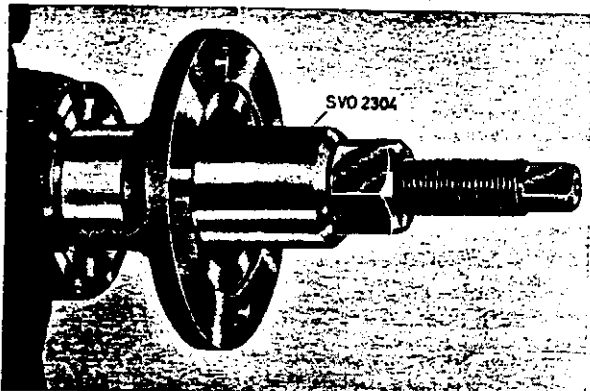

Abb. 18 Mitnehmer einbauen
4. Mitnehmer mit dem Werkzeug SVO 2304 aufpressen, Abb. 18, und übrige Teile einbauen.